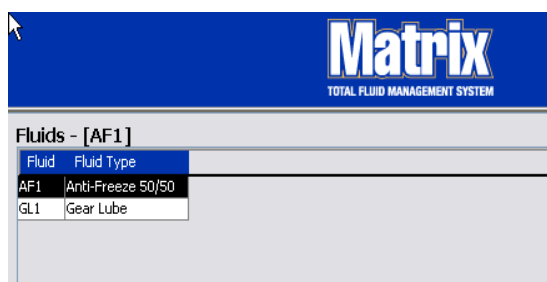

Рис. 69
- Сведения о жидкости отображаются на экране «Fluids» [Жидкости] (Рис. 69).
- Чтобы изменить назначенное имя жидкости или тип жидкости, выделите жидкость на экране «Fluids» [Жидкости] (Рис. 69).